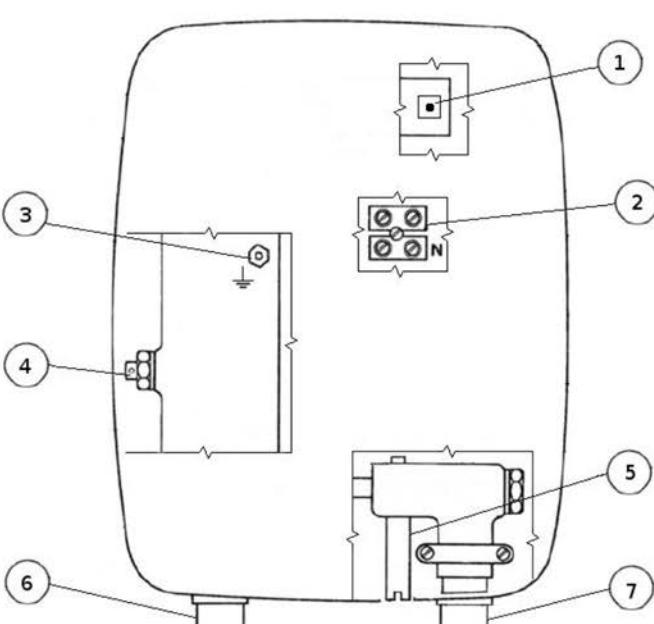

Рис. 5. Будова водонагрівача
- обмежувача температури води 1, рис.5
- запобіжного клапану тиску 4, рис.5